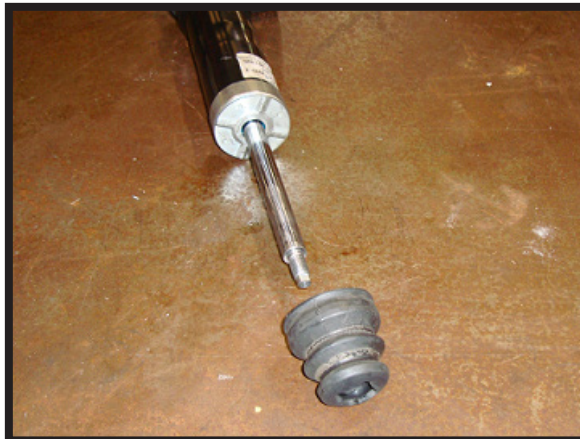

FIGURA 20-4
4. SMONTARE E SCARTARE L'ARRESTO DI FINE CORSA. (FIGURA 20-4)